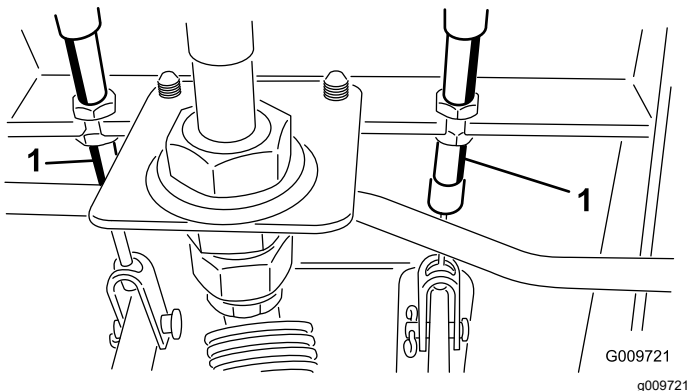

Figura 74
- A. Allentate il dado anteriore sull'estremità filettata del cavo del freno (Figura 74).